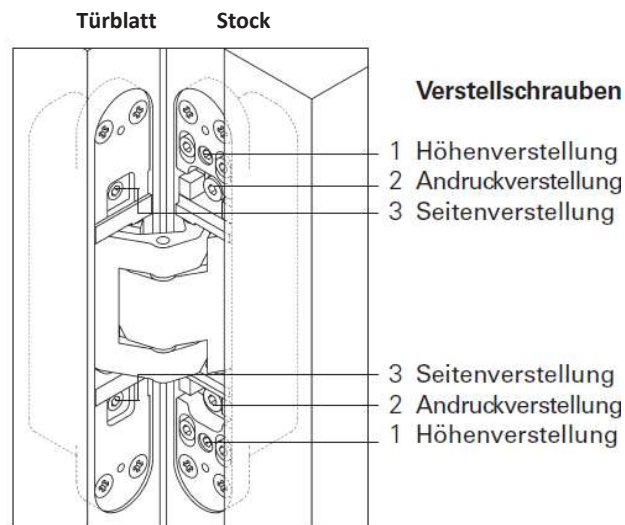

Bild 22: Anordnung der Verstellerschrauben
**Bandmontage Tectus 540 3D** (für HT flächenbündig, Bild 22):